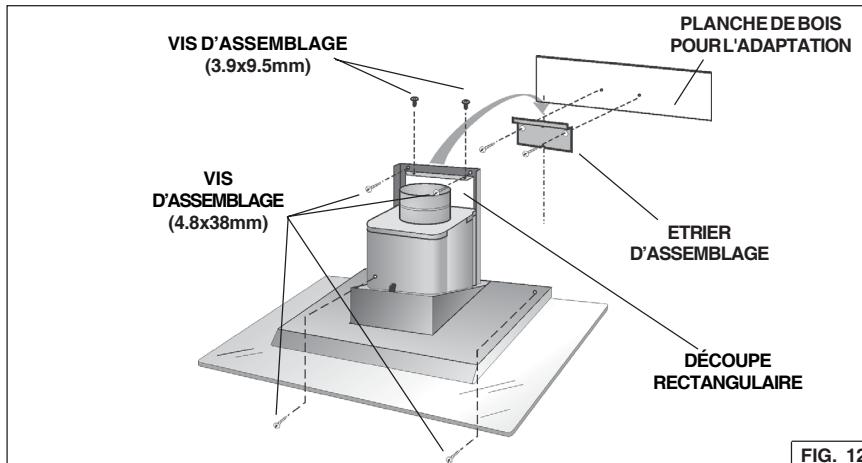

FIG. 12
2. Alignez l'ouverture rectangulaire située à l'arrière de la hotte avec l'étrier d'assemblage. Abaissez lentement la hotte jusqu'à ce qu'elle s'emboîte avec l'étrier (Fig. 12).
3. Mettre la hotte à niveau avec des vis de montage (2) de 3.9 x 9.5 mm et la fixer avec des vis de montage (4) de 4.8 x 38 mm. Si vous ne disposez pas de poteaux de cloison ni d'armature, utilisez les chevilles murales fournies (Fig.12).